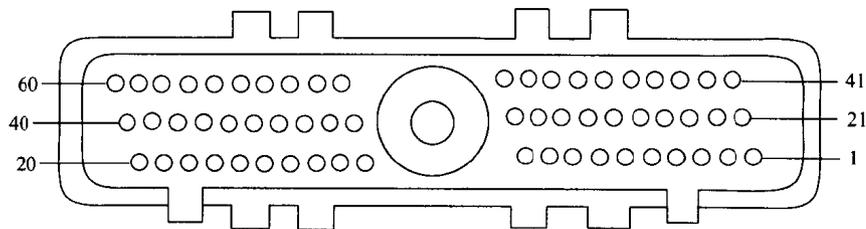

图 1-2
### (1) 2.3L 发动机 (图 1-2)
(1) 加热型氧传感器应从“浓”(红色发光二极管)切换到“稀”(绿色发光二极管)或从“稀”(绿色发光二极管)切换到“浓”(红色发光二极管),每3s至少一次。加热型氧传感器电压值应该在0.45DCV上下波动,不为负值。 (2) 打开空调。(3) 监视器处于DCV手动模式,参考引脚处于电源接地电路(40/60)。(4) 转动转向盘。(5) 打开散热器风扇。
## (2) 3.0L 自动变速器 (图 1-2)
(1) 加热型氧传感器应从“浓”(红色发光二极管)切换到“稀”(绿色发光二极管)或从“稀”(绿色发光二极管)切换到“浓”(红色发光二极管),每3s至少一次。加热型氧传感器电压值应该在0.45DCV上下波动,不为负值。
(2) 打开空调。(3) 转动转向盘。(4) 监视器处于DCV手动模式,参考引脚处于电源接地电路(40/60)。(5) 打开高速散热器风扇。(6) 打开低速散热器风扇。
## (3) 3.0L 手动变速器 (图 1-2)